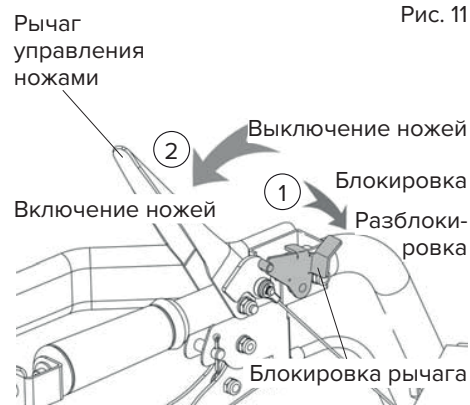

Рис. 11
1. Нажмите на фиксатор рычага, чтобы отпустить красный рычаг фиксации ножей, и одновременно нажмите на рычаг фиксации, чтобы зафиксировать ножи. Для непрерывной работы ножей следите за тем, чтобы рычаг находился возле рукоятки управления (рис. 11).